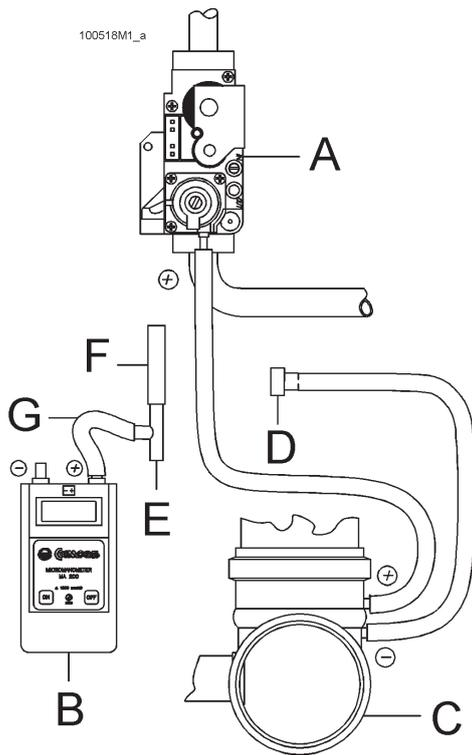
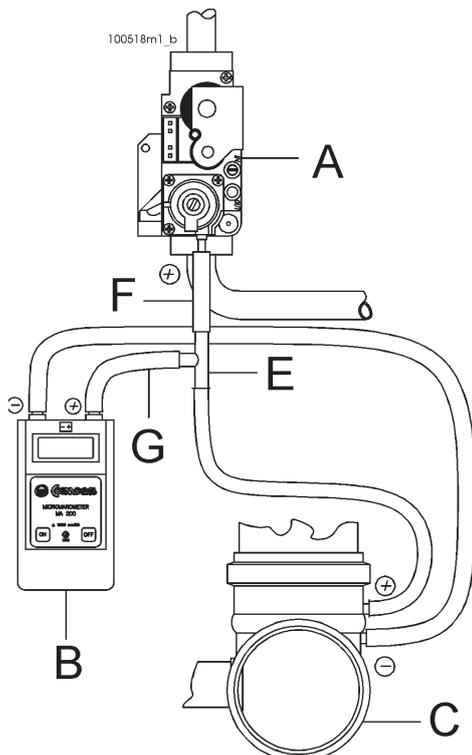

Figura 48 - Controllo pressione del gas al bruciatore
Figura 49 - Controllo pressione del gas al bruciatore
- togliere il tappo "D" dal tubo di silicone della depressione "-" (vedi figura 48) e collegarlo ad un manometro differenziale con risoluzione di almeno 0,1 mbar (1 mmH₂O) vedi figura 49 ;
- togliere il tubo di silicone dalla presa di pressione "+" sulla valvola del gas "A" (vedi figura 48);
- preparare il lato "+" del manometro differenziale con due pezzi di tubo "F" e "G", e con un raccordo a T identificato con "E" (vedi figura 48).
- collegare ora il tubo "F" alla valvola gas e il T "E" al tubo precedentemente scollegato dalla valvola (vedi figura 49)